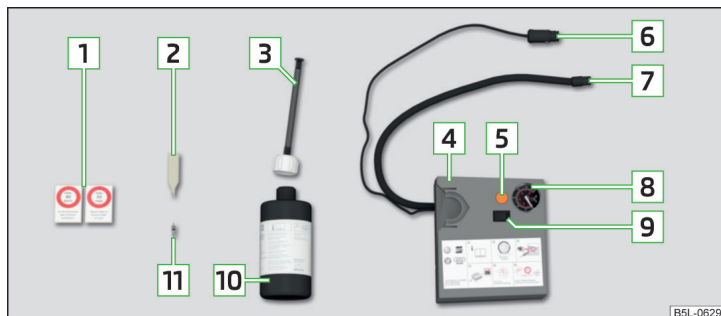

Fig. 187 Descrizione del kit per riparazioni
- Posizionare l'avvitatore/svitatore per inserti valvola **2** » fig. 187 a pag. 160 sull'inserto valvola, in modo che questo si adatti all'incisione dell'avvitatore/svitatore.
- Agitare vigorosamente per qualche volta la bombola **10** » fig. 187 a pag. 160.
- Avvitare saldamente sulla valvola di gonfiaggio del pneumatico **7** » *fig. 187 a pag. 160.*
- Incollare l'etichetta corrispondente **1** » *fig. 187 a pag. 160* sulla plancia, nel campo visivo del conducente.